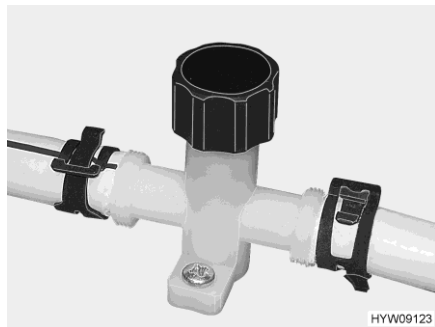
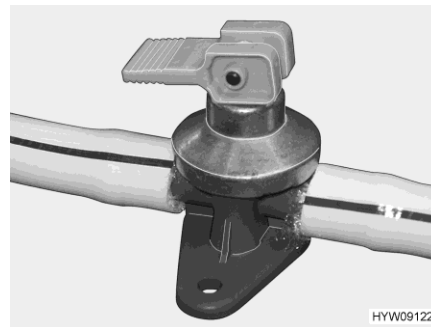

Fig. 177 Rubinetto di scarico (tubatura dell'acqua)
Fig. 178 Rubinetto di scarico (boiler Alde)
- Chiudere i rubinetti di scarico. Ruotare i coperchi (Fig. 177) in senso orario e posizionare la leva a bilanciere (Fig. 178) in posizione orizzontale.
- Aprire i rubinetti di scarico. A questo scopo, ruotare il coperchio (Fig. 177) in senso antiorario e posizionare verticalmente la leva a bilanciere (Fig. 178).